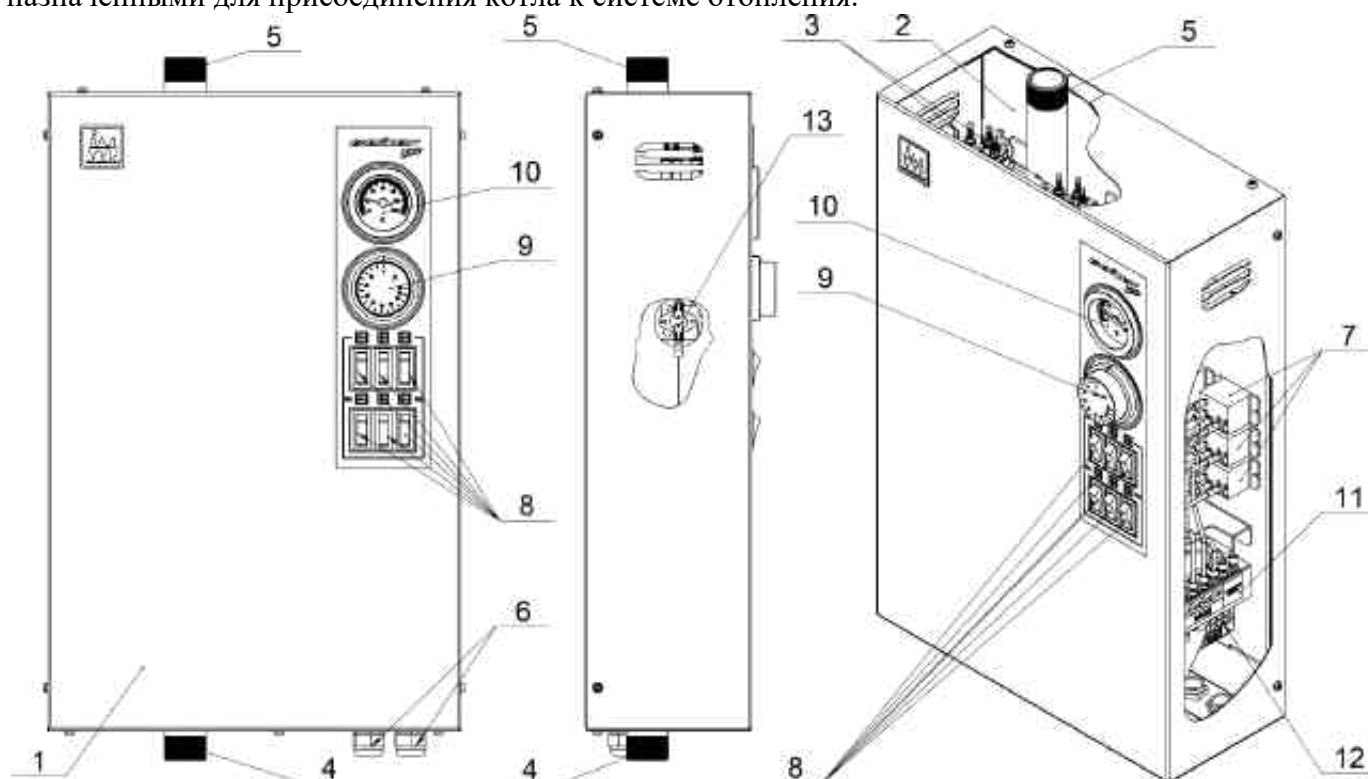

Рис. 2 Устройство водонагревателя
Внутренний корпус электроводонагревателя представляет собой стальной резервуар, обернутый теплоизоляционным материалом, с подающим и обратным патрубками (Рис.2 поз. 4,5), предназначенными для присоединения котла к системе отопления.
Сверху к резервуару приварены муфты, куда на резьбе вкручены два блока трубчатых электронагревателей (ТЭНы) (Рис.2 поз. 3). Блок ТЭНов (Рис. 3) предназначены для нагрева теплоносителя в системе отопления. ТЭНБ представляет собой фланец с наружной резьбой, в который
Снаружи корпус котла закрыт декоративным кожухом (Рис. 2 поз. 1). В верхней части внутреннего корпуса котла находится биметаллический термоограничитель (Рис. 2 поз. 13), который отключает нагрев и предотвращает закипание теплоносителя при аварийных ситуациях, связанных с отказом терморегулятора и настроен на температуру 95°C. При остывании термоограничитель возвращается в рабочее положение.
В верхней части электроводонагревателя на панели смонтирован блок управления. В нем установлены клавишные выключатели (Рис.2 поз. 8), электромагнитные реле (Рис.2 поз. 7), капиллярный термометр (Рис.2 поз. 10) и терморегулятор (Рис.2 поз. 9), управляющий работой котла.
При включении первого клавишного выключателя (Рис. 2 поз.8) в положение «ВКЛ» подается питание на электромагнитное реле - подключается первая ступень мощности блока ТЭНов (Рис. 2 поз. 3). Для гибкого регулирования тепловой мощности в зависимости от текущей потребности в электроводонагревателе предусмотрено 6 ступеней мощности.
В дополнительной колодке предусмотрено подключение циркуляционного насоса (Рис.2 поз. 14). Насос может работать в двух режимах:
- Снять лицевую панель (Рис.2 поз. 1), предварительно выкрутив винты крепления;